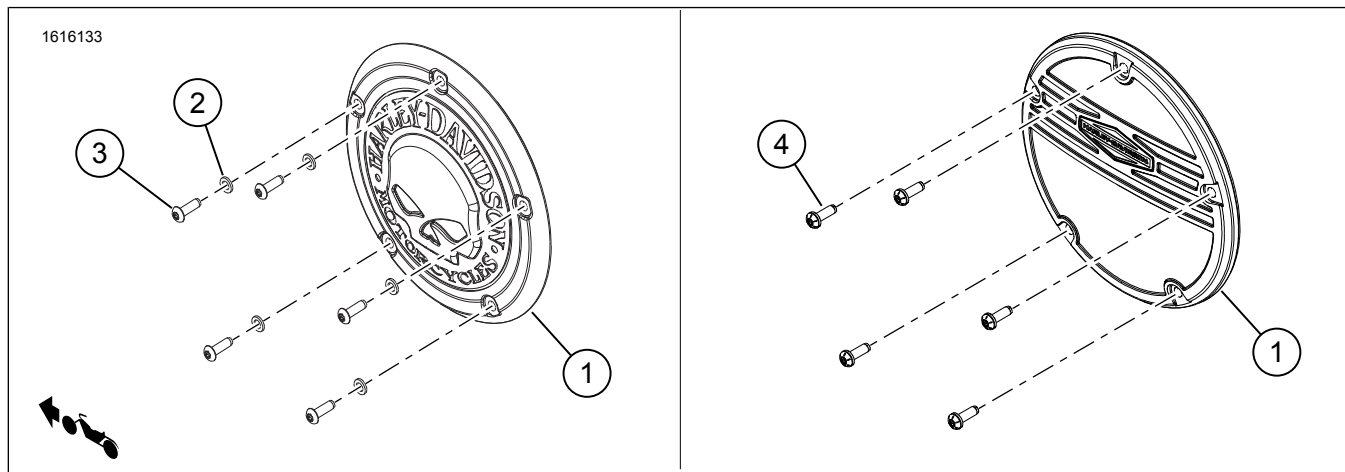
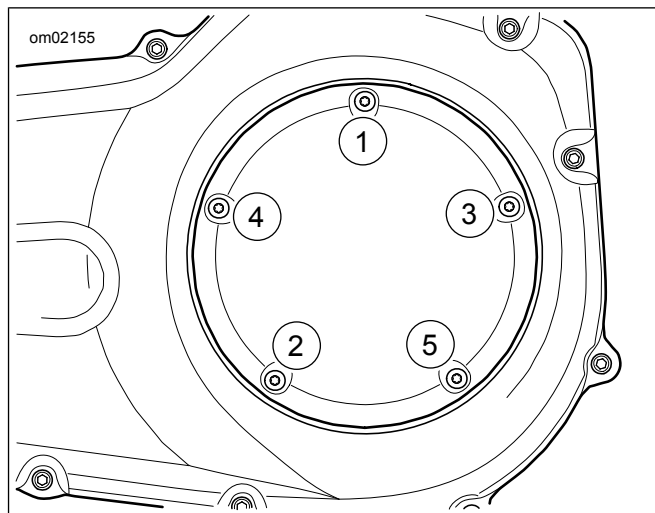

Рисунок 1. Содержимое комплекта Компоненты крышки сцепления
Рисунок 2. Последовательность затяжки крышки сцепления
1. См. рис. 1. Установите **новую** крышку (1).
2. Установите винты (3) с шайбами (2).
3. См. рис. 2. Затяните винты (3) перекрестно.
1. См. рис. 1. Нанесите герметик на резьбу винтов (4).
2. Установите **новую** крышку (1).
3. Установите винты (4).
4. См. рис. 2. Затяните винты (4) перекрестно.